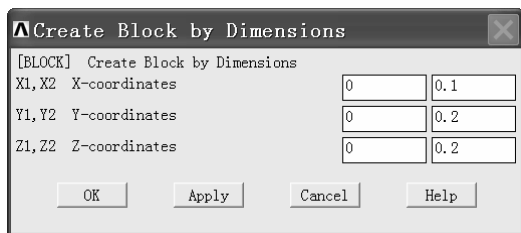

图 2-65 “Create Block by Dimensions”窗口
(1) 单击操作界面右侧视图工具条上的“Isometric View”按钮，将视图改为轴测图。
(2) 依次选择 Main Menu>Preprocessor>Modeling>Create>Volumes>Block>By Dimensions，弹出“Create Block by Dimensions”窗口（见图 2-65）。在“X1, X2 X-coordinates”后的两个方框中分别输入“0”、“0.1”，在“Y1, Y2 Y-coordinates”后的两个方框中分别输入“0”、“0.2”，在“Z1, Z2 Z-coordinates”后的两个方框中分别输入“0”、“0.2”，单击“Apply”按钮生成一个方块，并再次弹出“Create Block by Dimensions”窗口。